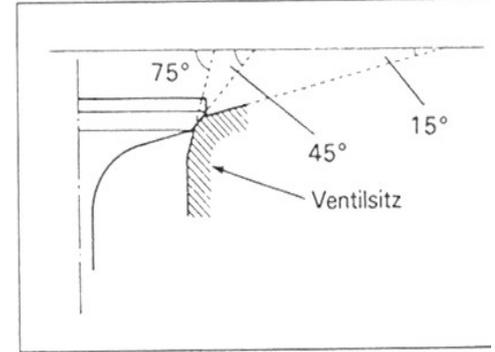

Bild 131
● Ventilschaftende darf keinen abnormalen Verschleiss (Ausbrüche oder Aufwerfungen) aufweisen. Gegebenenfalls kann Schaftende im Fachbetrieb nachgeschliffen werden, vorausgesetzt dass Länge ① Bild 131 mindestens noch 2,4 mm beträgt. In montiertem Zustand muss Ventilschaftende ② in jedem Fall über Ventilkeile ③ hinausragen.